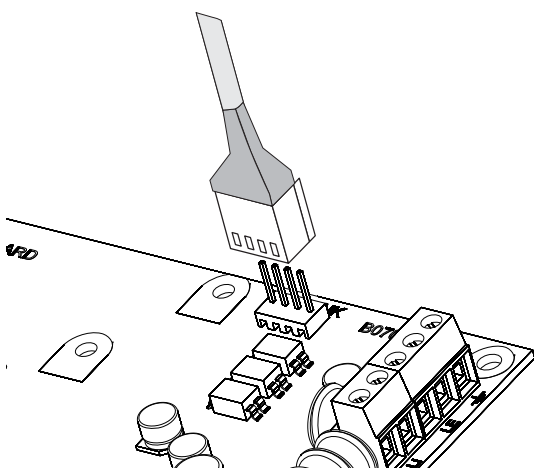

Figura 27 Conexión PC-Link.
1. Conectar el puerto serial RS232 de la Central (**10 - PC-LINK**) a un puerto serial RS232 libre en un PC usando el cable **PC-LINK** (opcional): ver la Figura 27.